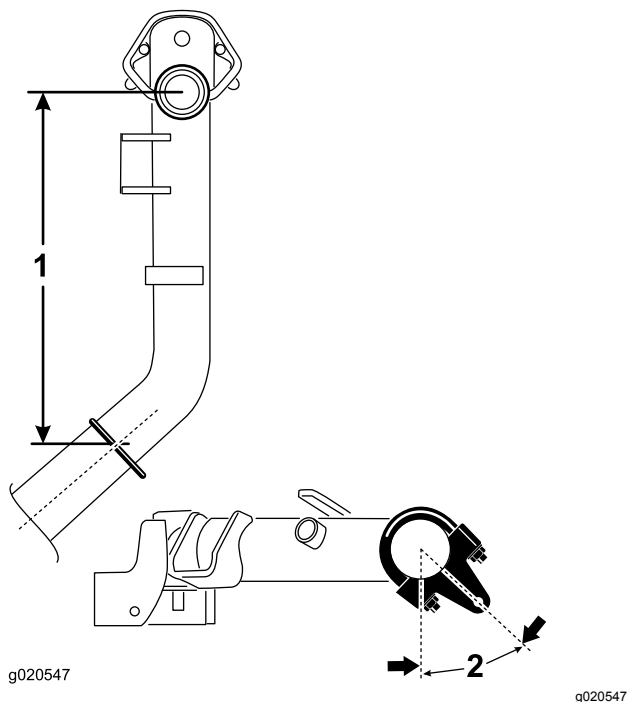

Figura 6
4. Sui bracci di sollevamento n° 2 e 3, posizionate le staffe e i bulloni a U a una distanza di 38.1 cm dietro la linea centrale dello snodo di articolazione (Figura 6).